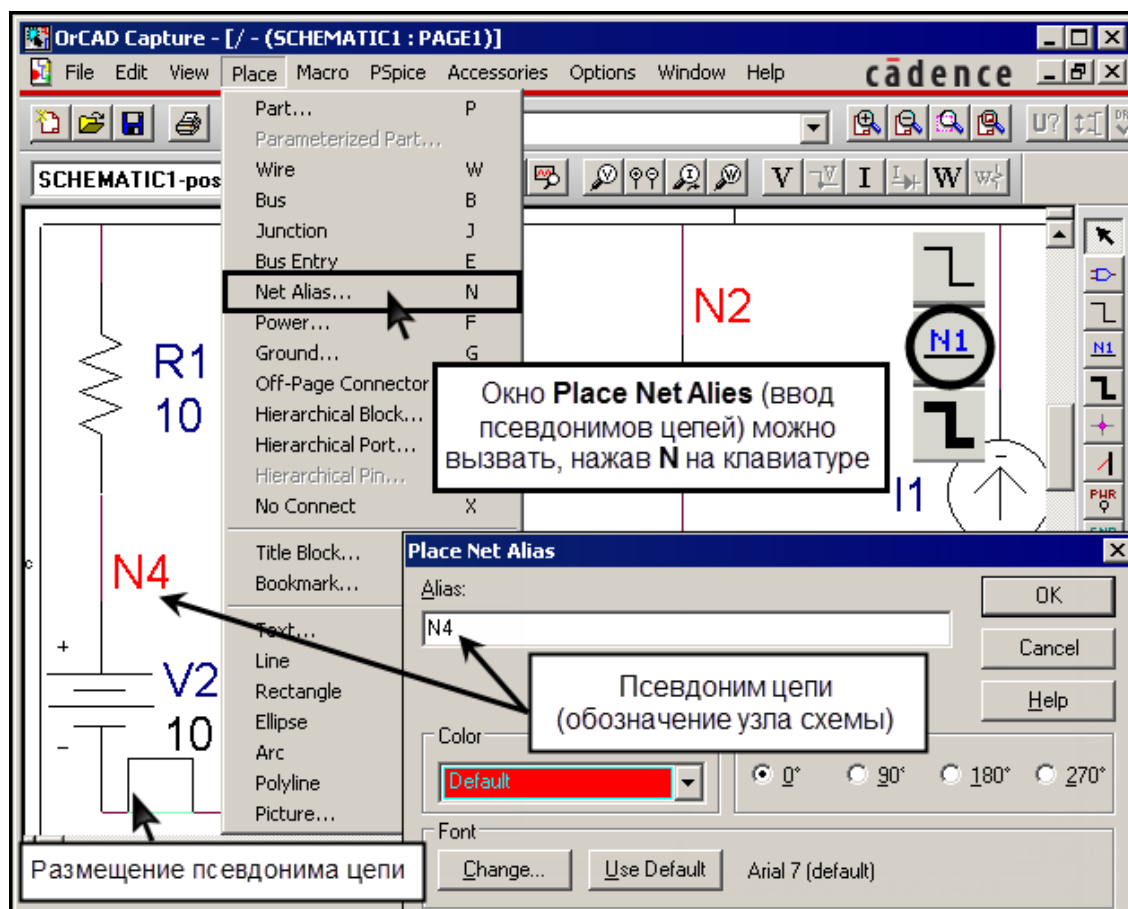

Рис. 1. Присвоение псевдонимов цепей
3. Обозначить узлы схемы. Для этого необходимо присвоить псевдонимы цепей (**Net Alias**), которые определяются по команде **Place>Net Alias...**, инициируемой также нажатием клавиши **N** или щелчком соответствующего значка на панели инструментов (рис. 1). В открывшемся диалоговом окне в поле **Name** ввести обозначение узла схемы и щелкнуть **OK**, после чего за курсором мыши закрепляется прямоугольник одну из сторон которого необходимо совместить с участком цепи (справа или сверху от проводника) и щелкнуть левой кнопкой мыши, закрепив, таким образом, псевдоним за цепью.